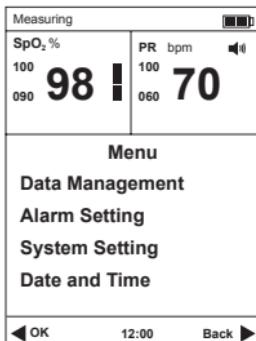

Fig.3.1
- 1) Appuyer sur le bouton marche 3s pour allumer l'appareil. Appuyer ensuite sur le bouton menu pour entrer dans le menu principal, référez-vous à la Fig3.1